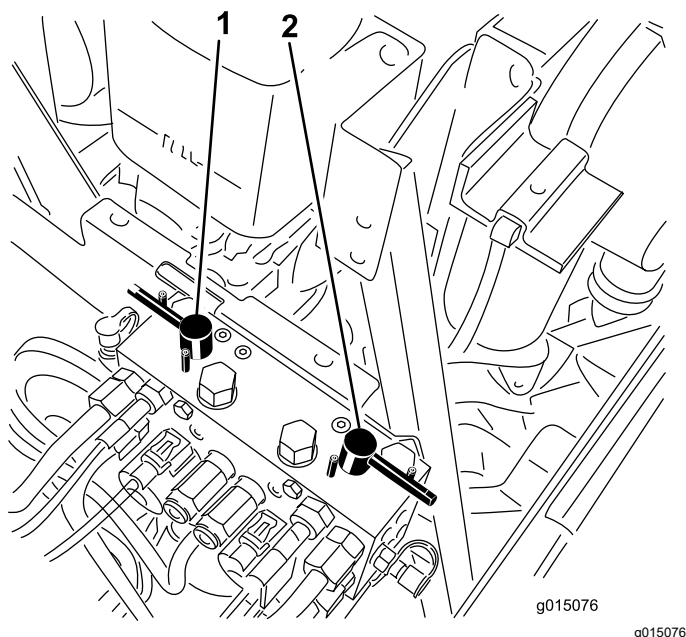

Figure 99
4. Sélectionnez les leviers de rodage avant, arrière ou les deux pour déterminer les plateaux qui doivent être rodés (Figure 99).